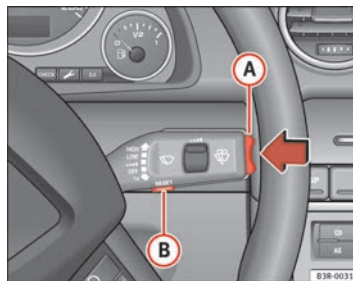

Fig. 58 Palanca del limpiaparabrisas: Interruptor-selector de funciones
- Pulse el conmutador-selector de funciones en la palanca del limpiaparabrisas **(A)** ⇒ página 86, fig. 58, en la parte superior o bien inferior, para modificar el valor programado. Un aumento o disminución de la velocidad podrá almacenarse a intervalos de 10 km/h.
- Pulse la tecla Reset dispuesta en la palanca del limpiaparabrisas **(B)** ⇒ página 86, fig. 58 hasta que aparezca tachado el símbolo de advertencia del límite de aviso 2.